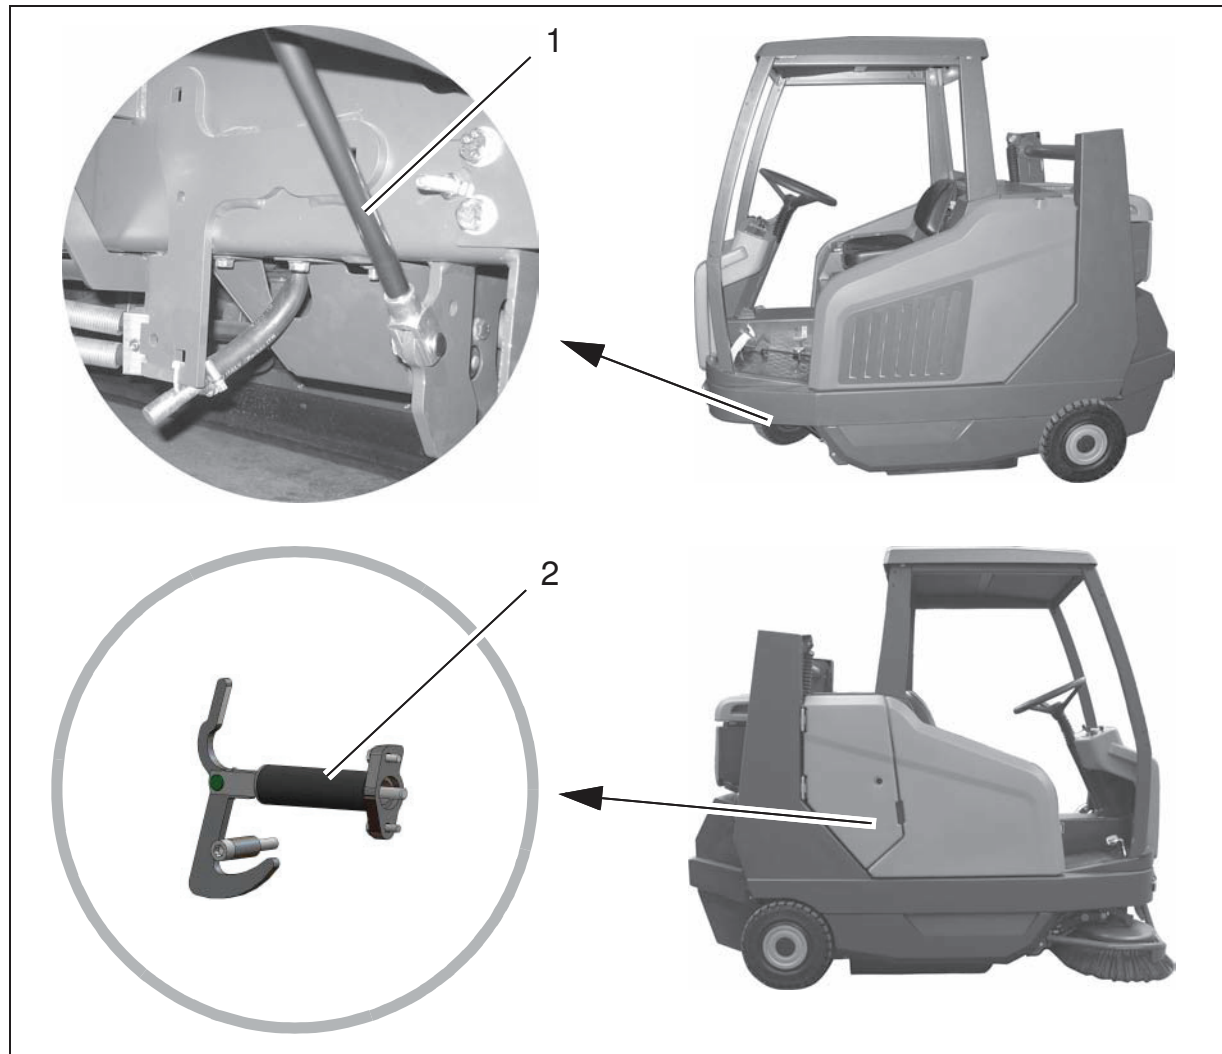

Abb.2
- Auf der linken Seite die Gasfeder (Abb. 2/1) ausbauen.
- Auf der rechten Seite den Fanghaken (Abb. 2/2) ausbauen.